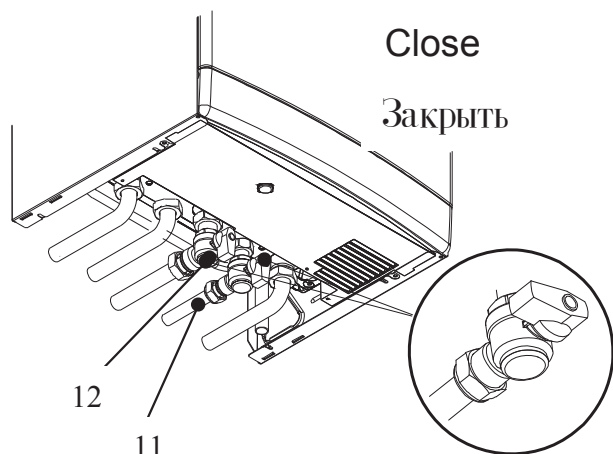

Fig. 8.3
- 4 Turn off the d.c.w. inlet isolating valve (11 in Fig. 8.3) and turn on the hot water taps and any drain cocks.
- 4 Закройте кран подачи горячей воды (11 на рис. 8.3) и откройте краны горячей воды и все сливные краны.